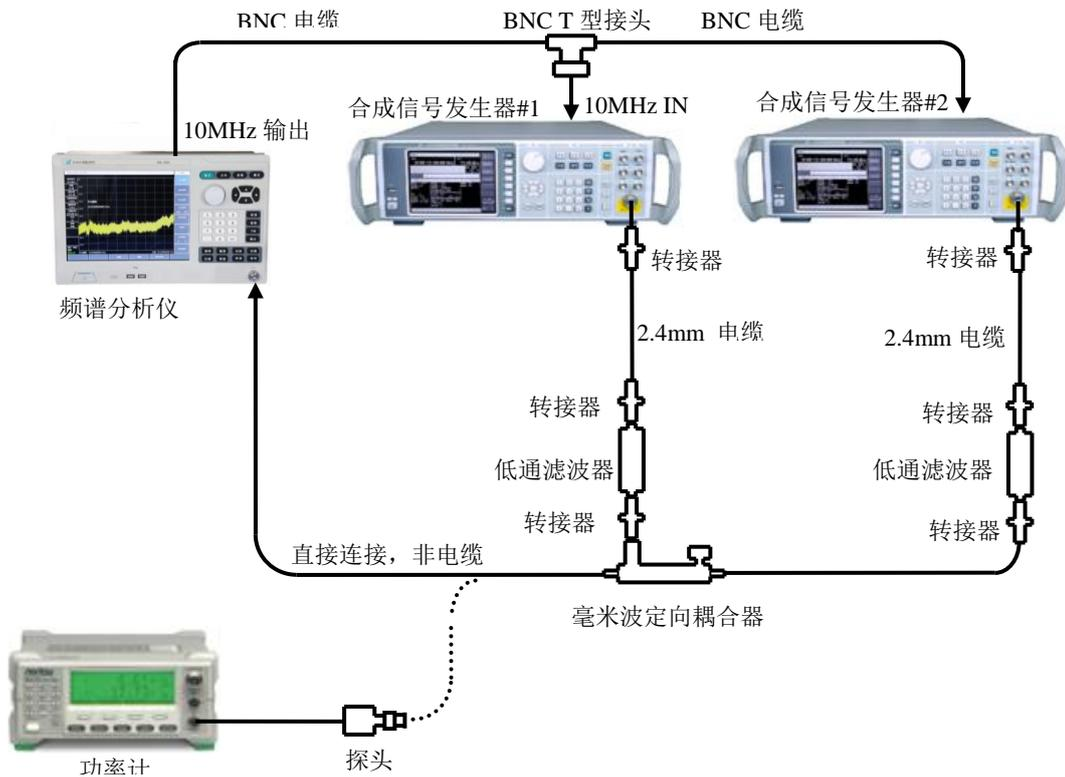

图 11-11 三阶交调失真测试设置 (4GHz~44GHz)
- 17) 如图 11-11 连接测试仪器，用毫米波定向耦合器替代射频定向耦合器，根据测试频点选择合适的低通滤波器及转接器，不把定向耦合器接到频谱分析仪上。
- 23) 如图 11-11 连接测试仪器，用毫米波定向耦合器替代射频定向耦合器，根据测试频点选择合适的低通滤波器及转接器，不把定向耦合器接到频谱分析仪上。